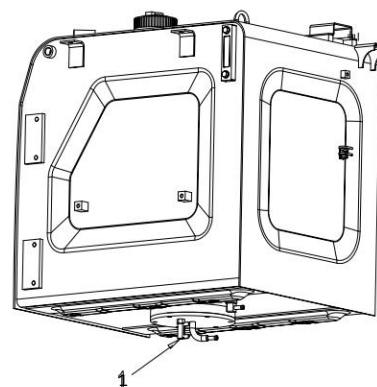

Figura 4-11
- a) A água e os sedimentos no tanque de combustível são descarregados diretamente através da válvula de drenagem instalada no fundo do tanque. Coloque um recipiente sob a válvula de drenagem (1) para coletar o óleo combustível descarregado;
- b) Abra a válvula de drenagem (1) na parte inferior do tanque de combustível para drenar o sedimento acumulado e a água junto com o óleo combustível;
- c) Quando o combustível limpo for descarregado, feche a válvula de drenagem (1) conforme mostrado na Figura 4-11.